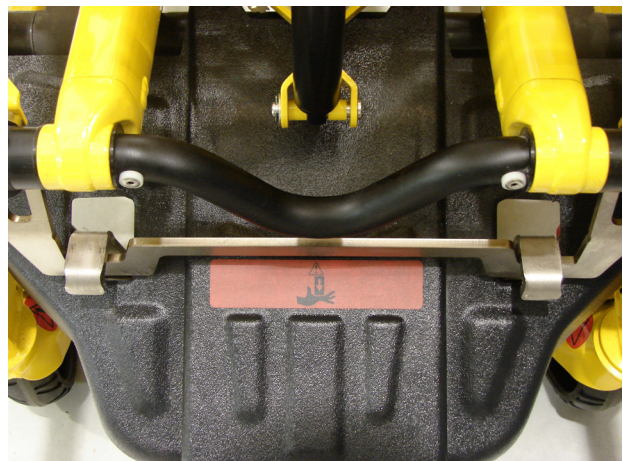

Afbeelding 15 - Brancard in bevestiging (voeteneinde)
2. Leid de brancard in zowel het hoofd- als voeteneindegedeelte van de bevestiging totdat het vergrendelmechanisme wordt ingeschakeld, zoals geïllustreerd in afbeelding 15.